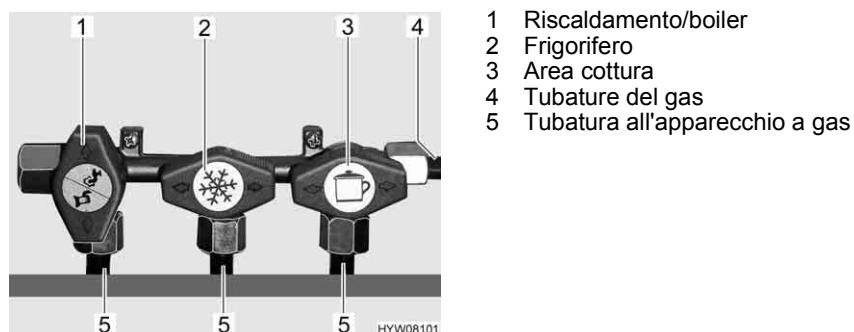

Fig. 90 Simboli dei rubinetti di arresto del gas
Nel veicolo, tutti gli apparecchi del gas sono dotati di un rubinetto di arresto del gas (Fig. 90).
- Posizionare il rubinetto di arresto del gas dell'apparecchio a gas corrispondente parallelamente (Fig. 90,1) alla tubatura (Fig. 90,5) che alimenta l'apparecchio a gas.
- Posizionare il rubinetto di arresto del gas dell'apparecchio a gas corrispondente trasversalmente (Fig. 90,2 e 3) alla tubatura (Fig. 90,5) che alimenta l'apparecchio a gas.